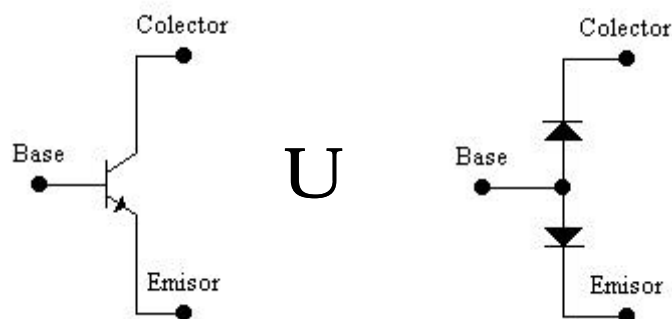

Figura 1
5.1. Considere el diagrama mostrado en la Figura 1 que muestra la equivalencia entre el Transistor y un par de diodos dispuestos espalda con espalda (la equivalencia es sólo a los fines de la prueba del transistor).